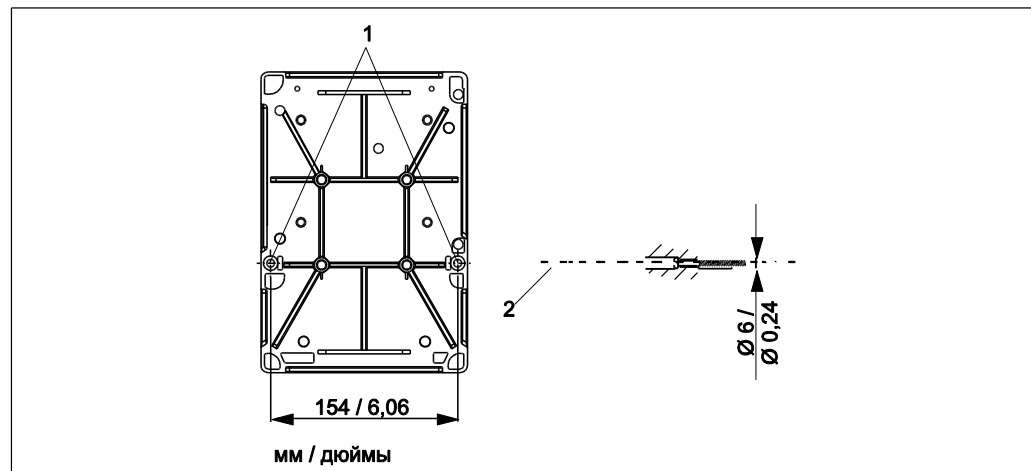

Рис. 7. Монтаж полевого прибора на стене
1. Просверлите отверстия в соответствии с Рис. 7.
2. Вкрутите два крепежных винта в отверстия (1) с передней стороны.
4. Закройте отверстия пластмассовыми заглушками (2).